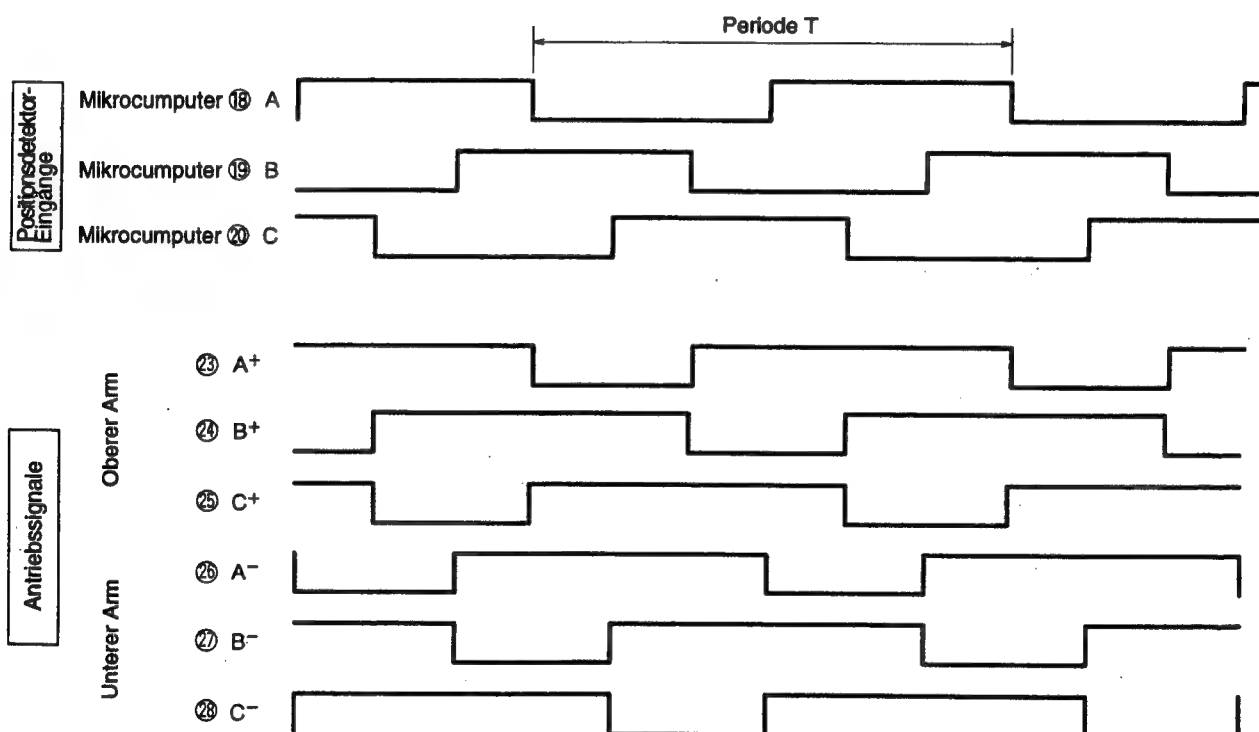

Abb. 6-3
- Abb. 6-3 zeigt den Zusammenhang zwischen den Positionsdetektorsignalen und den Antriebssignalen des oberen/unteren Arms.